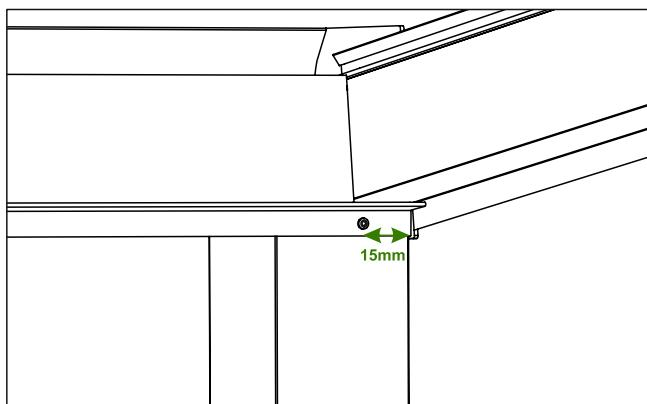

Abb. 8
**A) B)** 7. Befestigen Sie den Pfosten mit einer Bohrkopfschraube (19mm) an der Rinne fest. Bitte lassen Sie ca. 15mm Abstand von dem Rinnenrand (siehe Bild). Der Pfosten bleibt somit in dem ausgehobenen Erdloch hängen. Siehe Abb. 8.